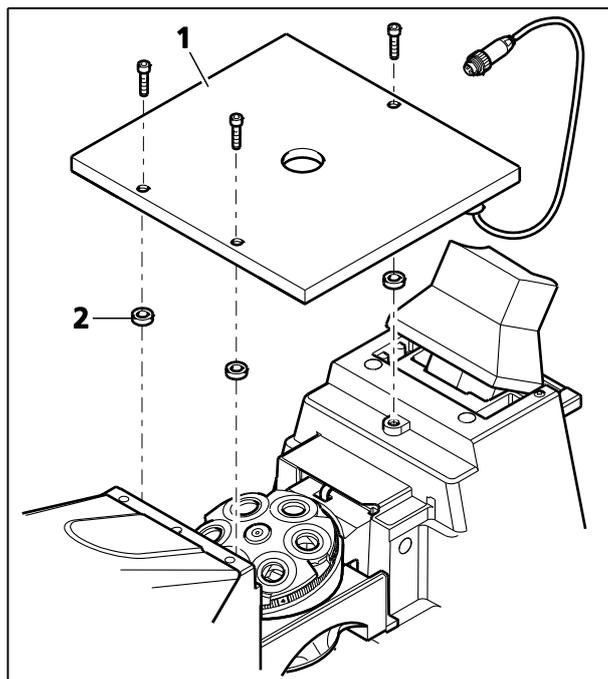

Fig. 30 Installation de la platine porte-objet chauffante S1
- Placer les disques d'espacement (Fig. 30/2) sur les trois points de contact du statif.
- Placer la platine chauffante (Fig. 30/1) sur le statif, puis la visser par le haut à l'aide de trois vis à 6 pans creux. Veiller à ce que chaque vis passe par le trou du disque d'espacement correspondant.